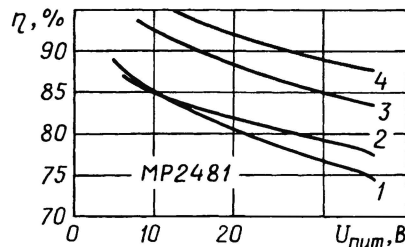
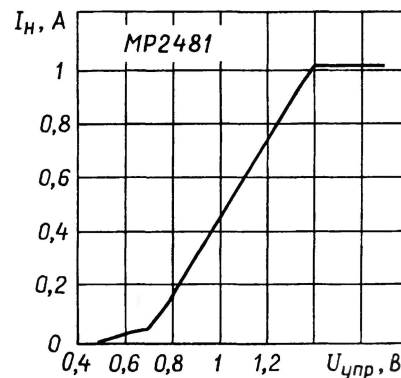

Рис. 4
Рис. 5
На **рис. 4** изображена зависимость КПД стабилизатора от напряжения питания для случаев: один светодиод, ток 0,5 А (кривая 1), один светодиод, ток 1 А (2); два светодиода, ток 0,5 А (3); три
Характеристика управления яркостью светодиода изменением тока через него (для случая кривой 2 на **рис. 4**) представлена на **рис. 5**. Управляющее напряжение подают на выводы 5 и 6 микросхемы. При 0,7 и 1,4 В на характеристике видны характерные изломы, между которыми зависимость практически линейная. Именно этот участок характеристики рекомендуется использовать на практике. В области малого тока (около 5 % от максимального) характеристика резко нелинейна, так как уменьшение управляющего напряжения ниже 0,7 В приводит к отключению микросхемы.
ристики управления от нуля до максимального тока, рекомендуется управление прямоугольными импульсами, которые подают на эти же выводы. Низкий уровень импульсов должен соответствовать левой точке излома характеристики на **рис. 5** (0,7 В), а высокий — правой (1,4 В). Частота импульсов должна быть в пределах 100...1000 Гц. Зависимость среднего тока через светодиод от коэффициента заполнения периодов импульсами практически линейна (**рис. 6**).